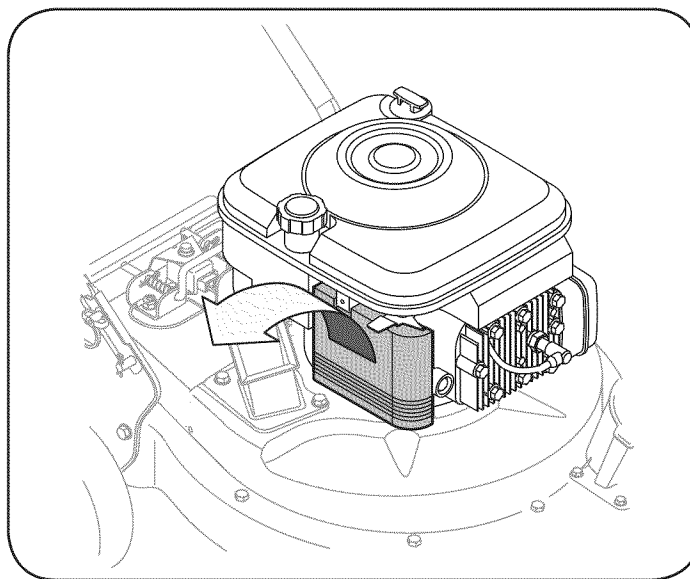

Figura 21
1. Afloje el tornillo que sujeta la tapa de plástico y tapa de la carcasa de inclinación en la parte de abajo del motor. Ver la Figura 21.